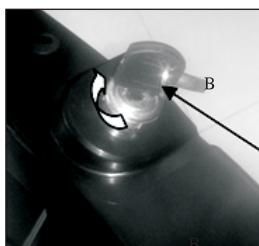

Fig. 2C
C) Para o arranque elétrico: Insira a chave e gire no sentido dos ponteiros do relógio para a operação de ignição eletrónica. (Fig. 2C)